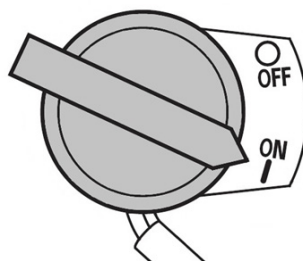

Рис. 17 Выключатель зажигания
5. Выключатель зажигания переведите в положение «ON» (Включено) (Рис. 17).
2. Переведите выключатель зажигания в положение «OFF» (Выключено) (Рис. 17).
При возникновении аварийной ситуации, для экстренной остановки двигателя мотокультиватора переведите выключатель зажигания в положение «OFF» (Выключено) (Рис. 17).